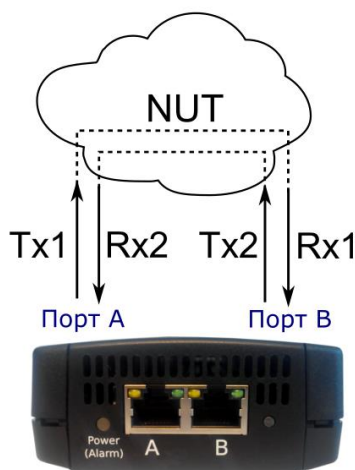

Рисунок 10.3. Подключение прибора для проведения двух тестов. Вариант 1
1. Оба порта прибора подключаются к сети и одновременно проводятся измерения с порта А на порт В и с порта В на порт А (см. рис. 10.3). При таком способе подключения можно в одно и то же время проводить два теста RFC 2544, что позволяет оценить потери пакетов или задержку в направлении А (В)⇒В (А) при одновременной нагрузке направления В (А)⇒А (В).